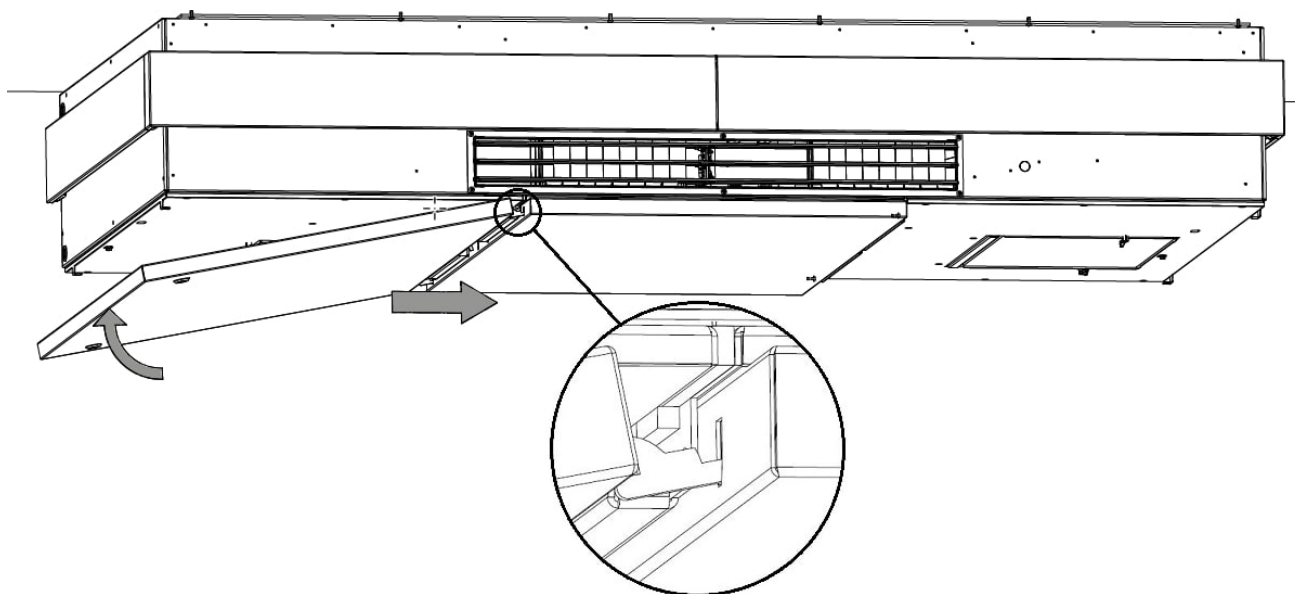

Figur 52: Fastmonter bundpladen i højre side
2. Monter bundpladen ved hjælp af to korte bolte på hver side, se Figur 52 og Figur 53.